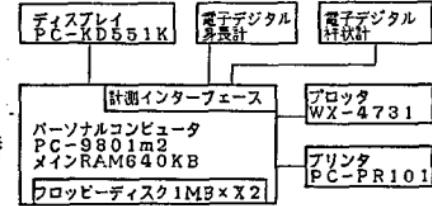

図1 人体寸法計測の自動化システム
**【方法】**電子デジタル身長計およびこれを改造した杆状計による計測データを、パソコンに転送してDisplay、Printer、Plotter に出力し、Floppy Disk に登録した。(図1) 計測時には、パソコンで計測箇所を人体図上に表示すると共に計測器具や補助道具等も指示した。体型把握のため、青年女子を対象としたProportion図等のプログラムを作成した。